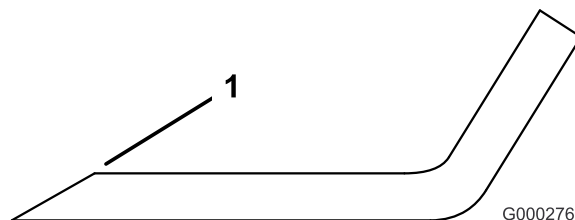

Figure 89
- Examinez les tranchants de toutes les lames et aiguissez-les s'ils sont émoussés ou ébréchés. N'aiguissez que le haut du tranchant et conservez l'angle de coupe d'origine pour obtenir une coupe nette (Figure 89). Limez la même quantité de métal sur chacun des deux tranchants pour ne pas déséquilibrer la lame.